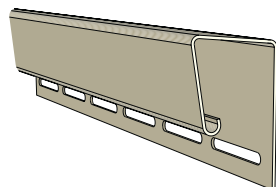

Рисунок 23
11.4 В верхней части стены, для завершения крайней панели, будет установлен J-профиль универсальный 7/8 (Рис. 23).